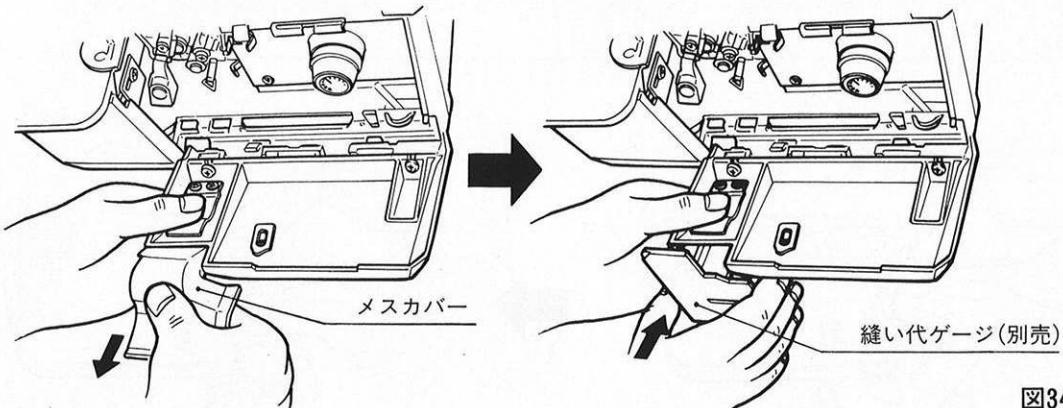

図34
- メスカバー台を開け、メスカバーを外して縫い代ゲージ(別売)を取付ける。(図34)